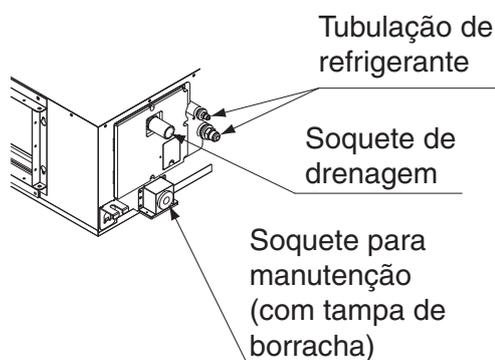
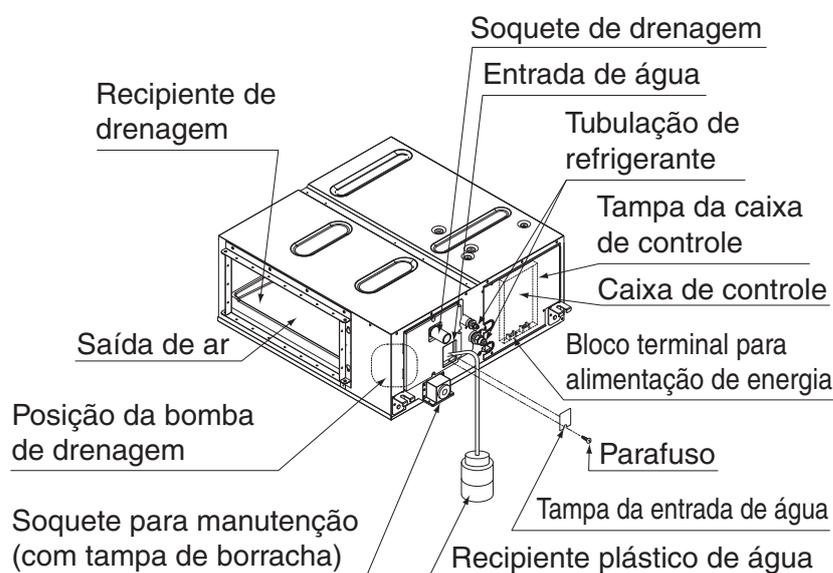

Fig. 15
Fig. 16
- A fim de não impor tensão nas conexões de fiação, prenda de forma segura com a braçadeira (8) especificada em 3 em "10-1 CONEXÃO DA FIAÇÃO DE TRANSMISSÃO, FIAÇÃO DA FONTE DE ENERGIA, FIAÇÃO DE ATERRAMENTO E PARA FIAÇÃO DO CONTROLE REMOTO".
3. Forneça **aproximadamente um litro de água** gradualmente no recipiente de drenagem através da entrada de água abaixo do soquete de drenagem ou saída de ar (**Consulte a Fig. 15 e Fig. 16**). Certifique-se que a água não se espalhe na bomba de drenagem.